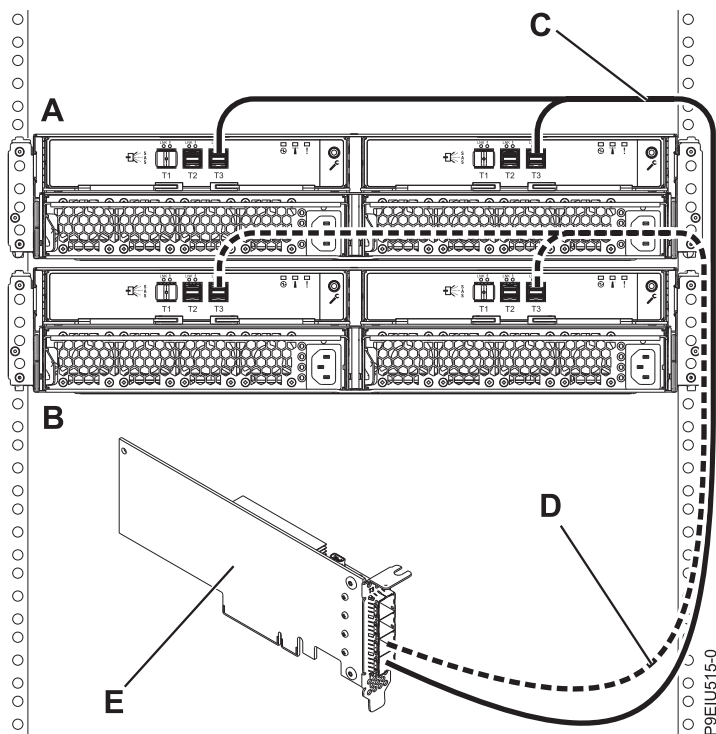

図 14. YO12 ケーブルを使用した、単一の FC EJ0J、FC EJ0K、または FC EJ0M の SAS アダプターへの 2 台の ESLL ストレージ・エンクロージャーまたは ESLS ストレージ・エンクロージャーのモード 1 接続
14. 18 ページの図 14に示すように、YO12 ケーブル (C および D) を使用して、単一の FC EJ0J、FC EJ0K、または FC EJ0M の SAS アダプター (E) への 2 台のエンクロージャー (A および B) のモード 1 接続を実行してから、27 ページの『ケーブルと電源コードの接続およびカバーの取り付け』に進みます。